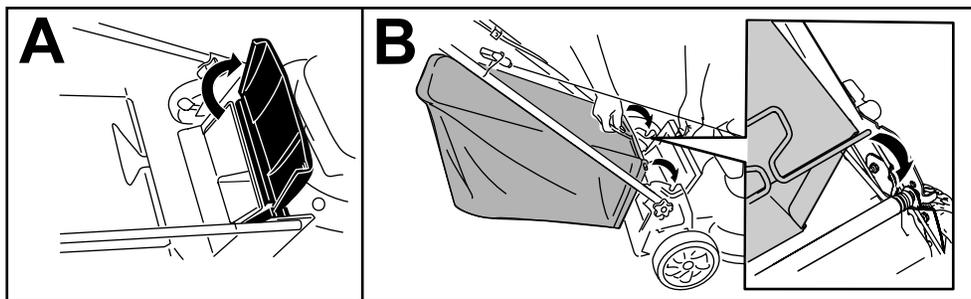

Figura 12
1. Faça subir e mantenha elevado o defletor traseiro (A da Figura 12).
2. Coloque o saco da relva. Garanta que os pinos no saco encaixam nos entalhes na pega (B da Figura 12).